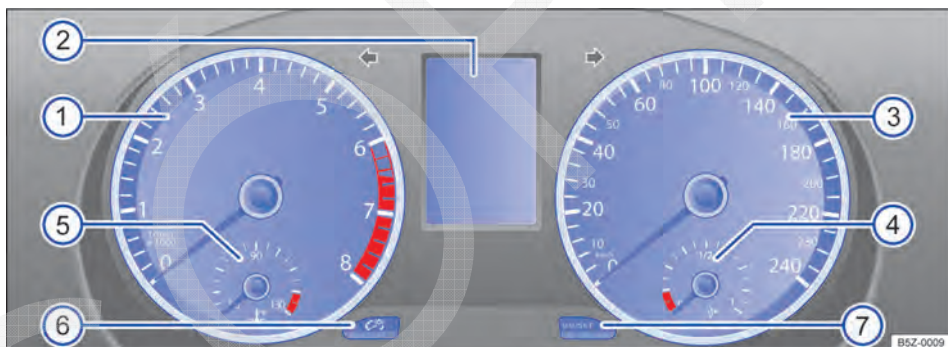

Fig. 9 Instrumento combinado no painel de instrumentos.
Significado dos instrumentos → Fig. 9:
- Com a ignição ligada, para ajustar o relógio, se necessário, alterar para o indicador do relógio, pressionar a chave → Fig. 12 ② para cima ou para baixo ou pressionar o botão de ajuste → Fig. 9 ⑦.
O indicador do intervalo de serviço aparece no display do instrumento combinado → Fig. 9